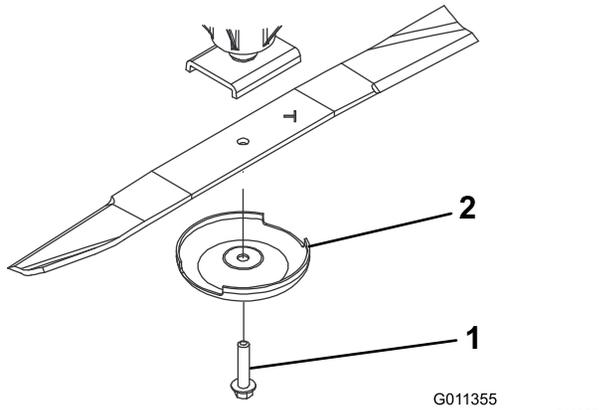

Figure 83
3. Enlevez le boulon, la coupelle de protection et la lame de l'axe de pivot (**Figure 83**).